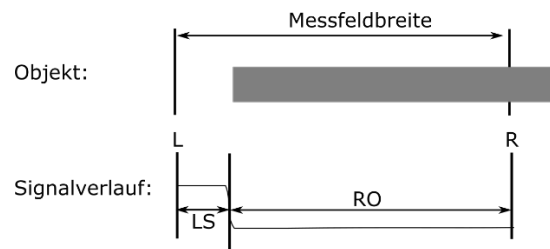

Abb. 4-1: Eine Kante im Lichtband
Für den in Abb. 4-1 dargestellten Fall existiert weder „Linke Objektkante“ (LO) noch „Rechte Schlitzkante“ (RS), daher wird für beide Werte 0 ausgegeben.